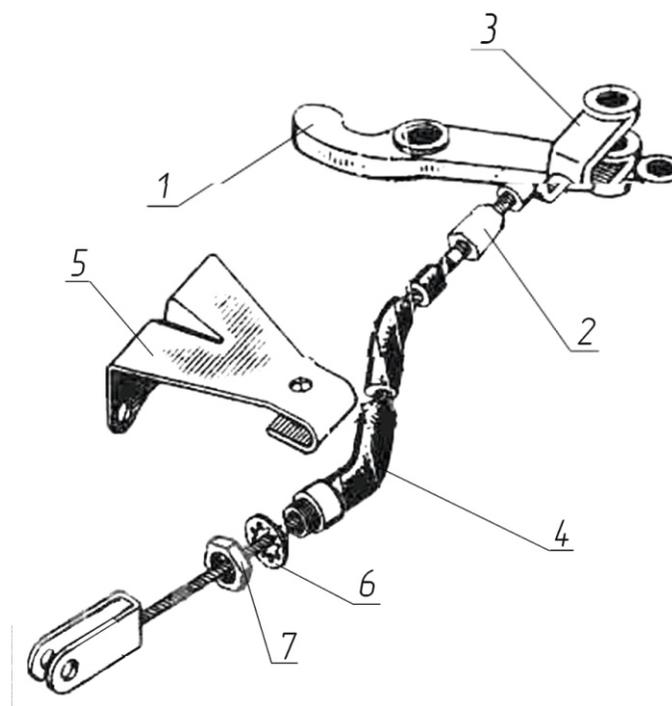

Рисунок 4. Механизм стояночного тормоза
- удлинить тягу стояночного тормоза как показано (рис.4)